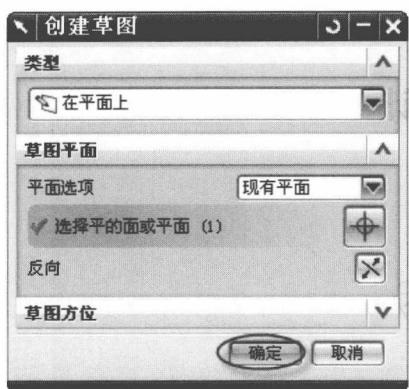

图1-19 【创建草图】对话框
(1) 选择菜单中的【插入】(Insert) | 【草图】(Sketch)命令，或单击【特征】工具条上 (草图) 按钮，系统弹出【创建草图】对话框，如图 1-19 所示；在【平面选项】下拉列表中选择【现有平面】，在绘图区选择 XC-YC 平面，单击【确定】按钮，进入草图绘制模式。